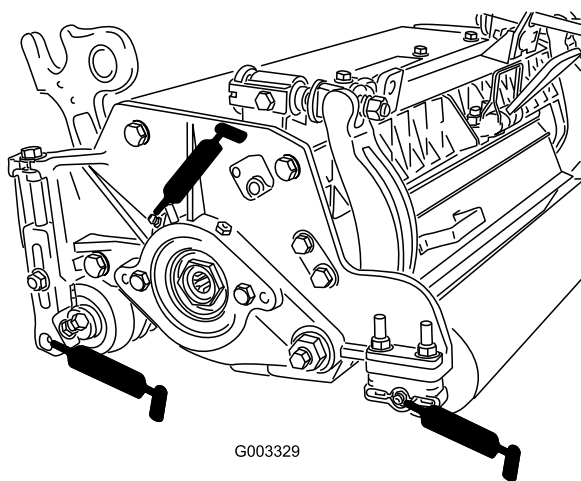

Figure 28
Chaque plateau de coupe comporte (6) graisseurs (Figure 28) qu'il faut lubrifier régulièrement avec de la graisse universelle au lithium N° 2.